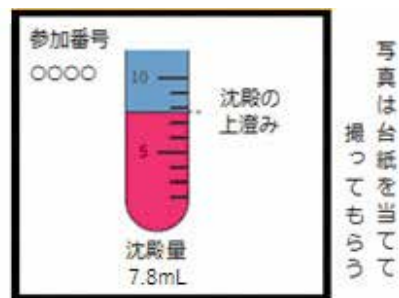

図 2 沈殿量の測定方法
- (v) お湯から出して 30 分後に、試験監督の先生に申告し、試験管の写真を記録してもらう。(図 2) また、解答用紙にそのときの沈殿量 [mL] を記入する。
- (2) この実験では、試験管の目盛りを利用して沈殿量 [mL] を求めたが、より正確な沈殿量を求めるには、どのような操作が必要か。使用する実験器具および方法を具体的に答えなさい。